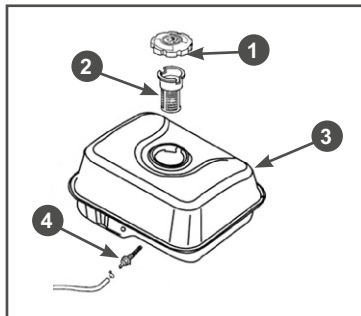

Рис. 26 Топливные фильтры
В топливном баке установлены два сетчатых топливных фильтра. Один фильтр устанавливается в заливной горловине топливного бака. Второй фильтр конструктивно объединен со штуцером топливного бака и установлен внутри бака (Рис. 26).
Через каждые 300 часов работы необходимо производить очистку топливного бака от грязи и конденсата. Одновременно с очисткой топливного бака необходимо проверять и очищать фильтр 4, установленный внутри бака (Рис.26). Поврежденный или сильно загрязненный фильтр необходимо заменить.
3. Выкрутите из топливного бака выходной штуцер 4 и произведите его очистку (Рис. 26). Внимательно осмотрите сетчатый фильтр. При обнаружении механических повреждений замените штуцер топливного бака.